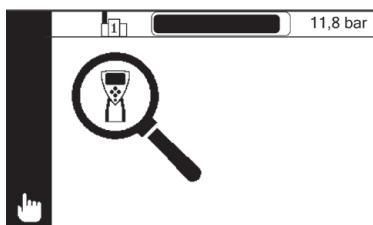

Fig. 7: Mode d'attente (ici : avec affichage de la pression)
En mode d'attente, le système de vérification est en marche, mais aucun appareil n'est en place (fig. 7). Le système de vérification est prêt à fonctionner.
- Le mode d'attente (fig. 7) s'affiche jusqu'à ce qu'un appareil soit en place.